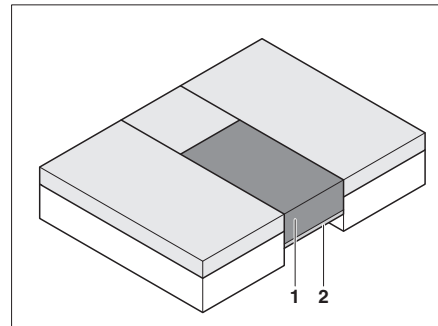

Bild 76 Efter ombyggnaden
- Lägg extradynan (Bild 76,1) på den utdragna ribbotten (Bild 76,2).
För att få extradynan (Bild 76,1) på samma höjd som de andra dynorna måste den tryckas in ordentligt.
- Sätt i extradynan (Bild 76,1) och sätt dig på den.